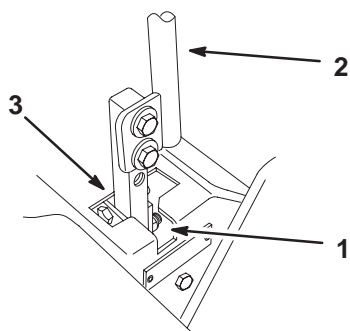

Figure 44
3. Placez le levier au point mort, **sans le verrouiller** (Fig. 44).
5. Vérifiez la position du levier par rapport au cran de la console (Fig. 44). Il doit être centré de façon à pouvoir pivoter vers l'extérieur jusqu'à la position de verrouillage du point mort.
7. Appliquez une légère pression à l'arrière du levier, tournez la tête du boulon de réglage dans le sens voulu pour centrer le levier à la position de verrouillage du point mort (Fig. 44).